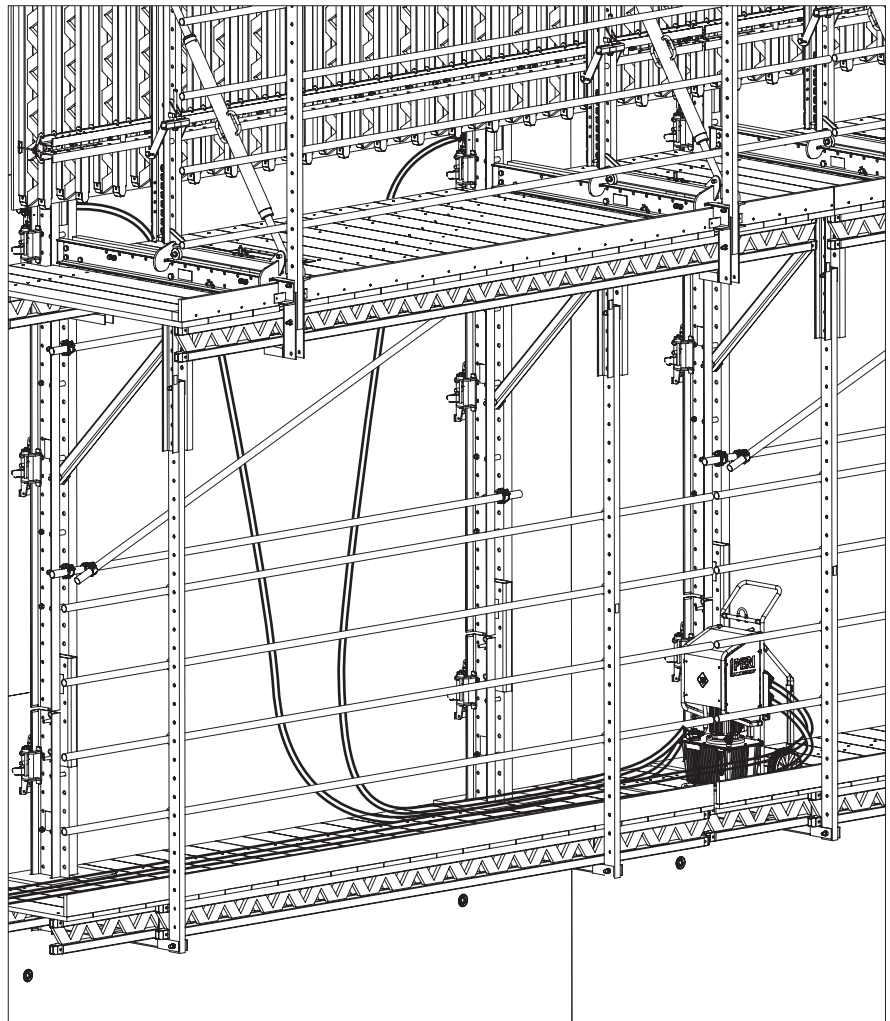

Fig. D6.02
8. Tirare i tubi idraulici tra la parete e le piattaforme, senza creare anse. Se necessario, applicare uno scarico della trazione adeguato. (Fig. D6.02)